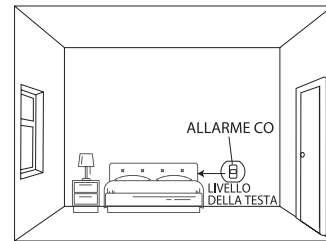

Figura 2: Installazione in una camera da letto o in un locale privo di apparecchi a combustibile (installazione a livello della testa)
2. Installare l'allarme CO in una camera da letto o in un locale privo di apparecchi a combustibile (vedere Figura 2):